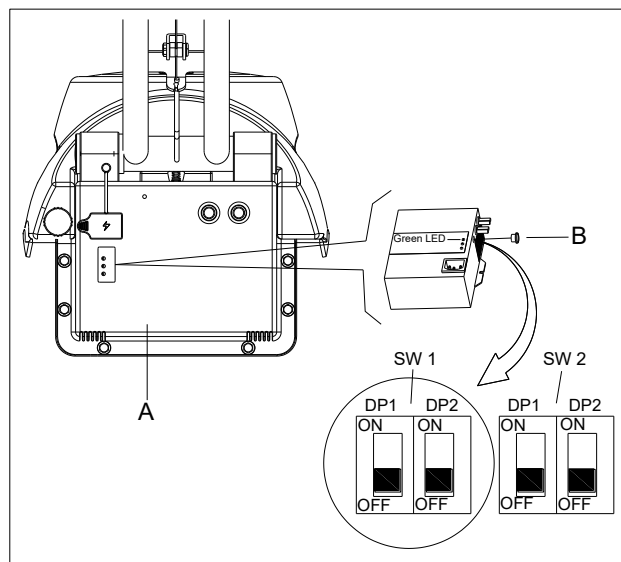

Figura 4
1. Spegnerne la macchina e smontare il coperchio (A come nella figura 4) dalla macchina. Quindi rimuovere il cappuccio nero rotondo situato nella parte anteriore del caricabatterie (B come nella Figura 4). Troverete i 2 set di dip-switch (SW1 e SW2) nel caricabatterie.